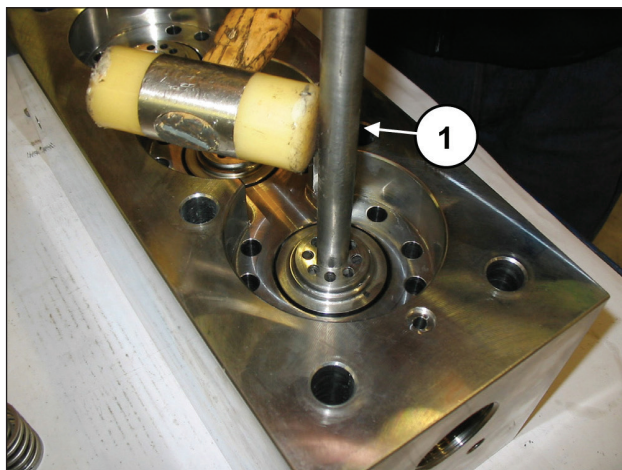

Fig. 104
Qualora le sedi valvola risultassero bloccate sulla testata a causa della formazione di calcare o di ossido devono essere sbloccate inserendo l'apposito attrezzo (cod. 034300020) nel foro di mandata (pos. ①, Fig. 104).